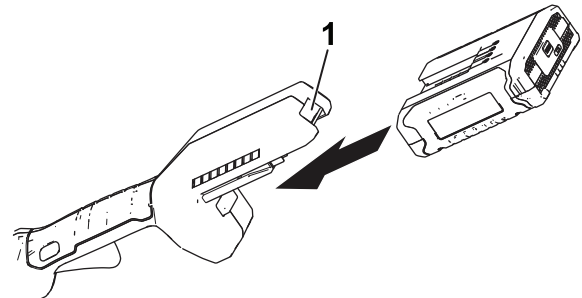

Figure 5
4. Insérez la batterie dans l'outil jusqu'à ce qu'elle s'enclenche dans le verrou (Figure 5).